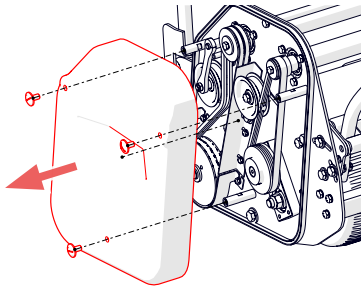

Fig. 16B - Retirez les trois vis extérieures et le capot.
2. Dévissez les 3 vis extérieures du carter de courroie [tournevis plat] (Fig. 16B) et mettez-les de côté.